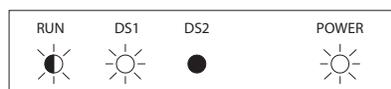

Figura 17 LED de alarme
**Figura 17** mostra o monitor de LED quando ocorre uma falha leve. *Consulte Solução de problemas na página 39* e tomar as medidas apropriadas.